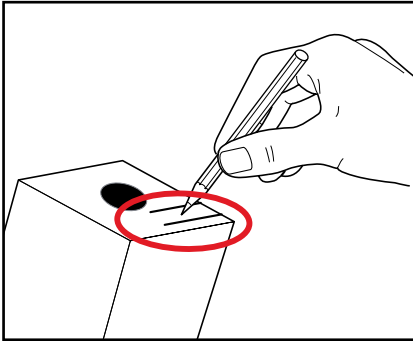

図4
6. 製品パックに記載されている指示に従ってください。少なくとも、消費期限を製品パックに記入してください。（図4）